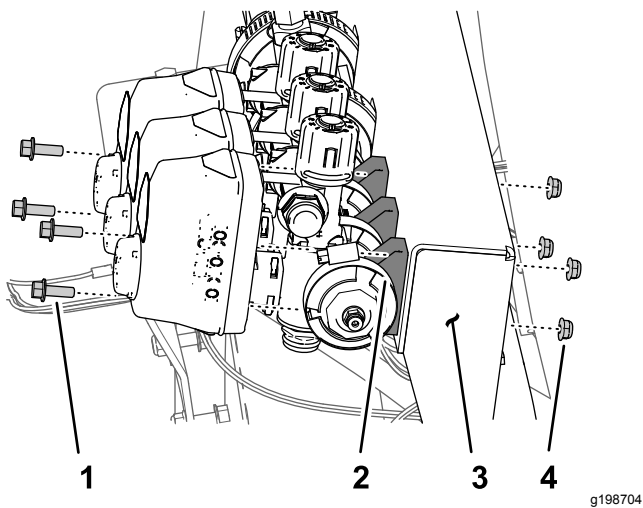

Bild 68
1. Entfernen Sie die zwei Bundkopfschrauben ($\frac{1}{4}$ " x $\frac{3}{4}$ "") und die zwei Sicherungsmuttern ($\frac{1}{4}$ ""), mit denen das linke Auslegerabschnittventil an der Verteilerbefestigung befestigt ist (Bild 68).
- Entfernen Sie die zwei Bundkopfschrauben ($\frac{1}{4}$ " x $\frac{3}{4}$ ") und die zwei Sicherungsmuttern ($\frac{1}{4}$ "), mit denen das rechte Auslegerabschnittsventil an der Verteilerbefestigung befestigt ist (**Bild 68**).
- Entfernen Sie die Flanschklemme (40 mm bis 64 mm) und die Dichtung (25 mm x 35 mm), mit denen der Flansch des linken Abschnittsventils am Adapter befestigt ist (**Bild 68**).